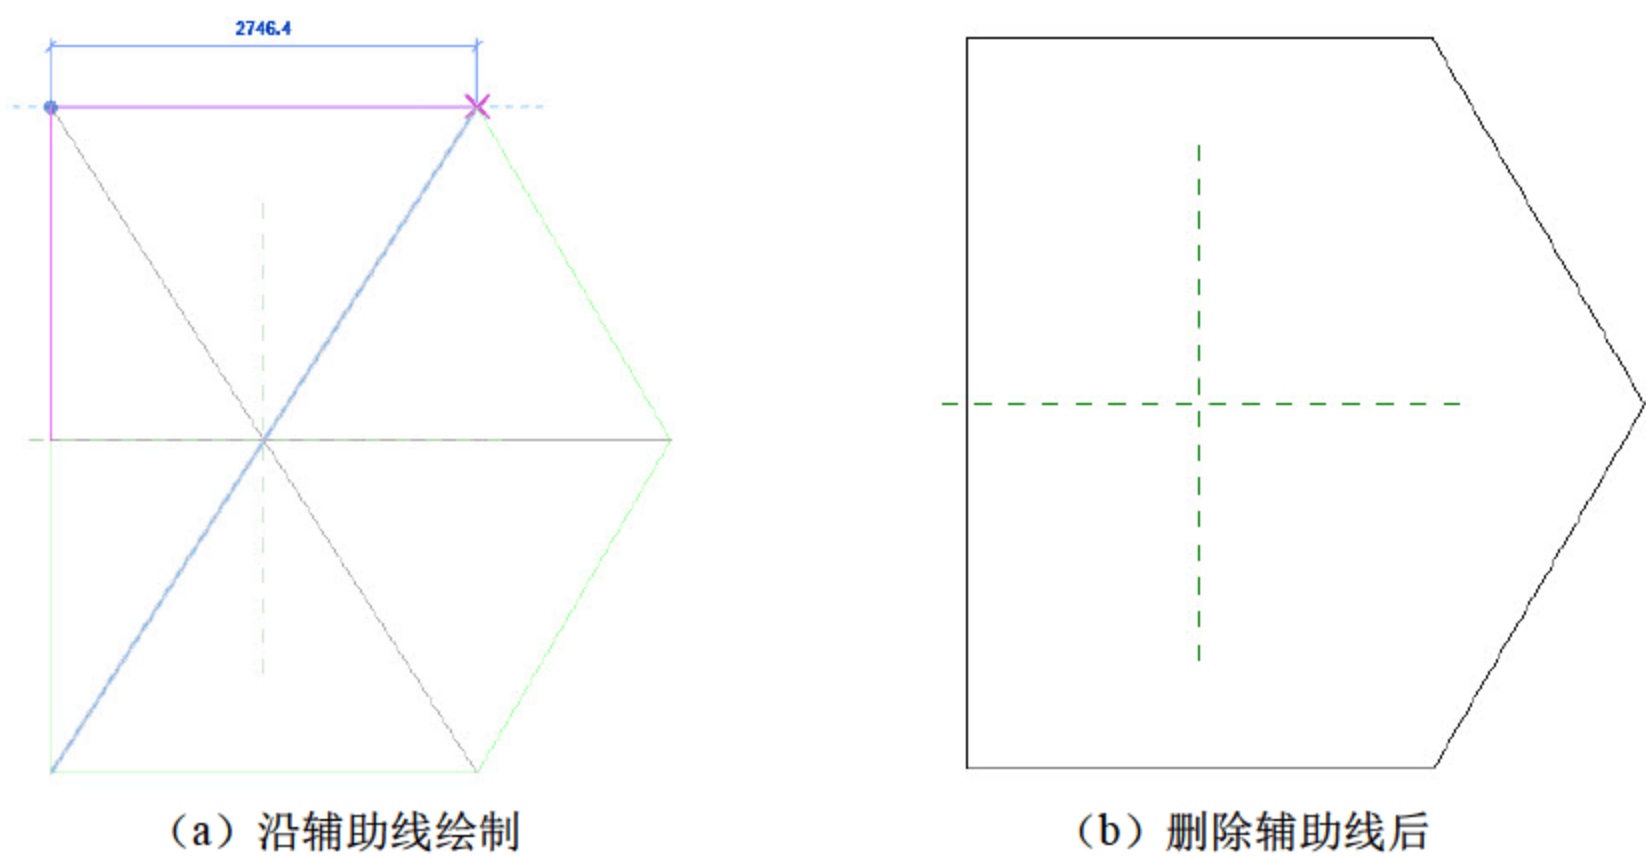

图 2.1.68 绘制多边承台
(4) 绘制多边承台。选择“创建”→“拉伸”→“直线”命令，绘制多边承台截面，如图 2.1.68 所示。绘制完成后，按 Delete 键，删除导入的 CAD 辅助线。